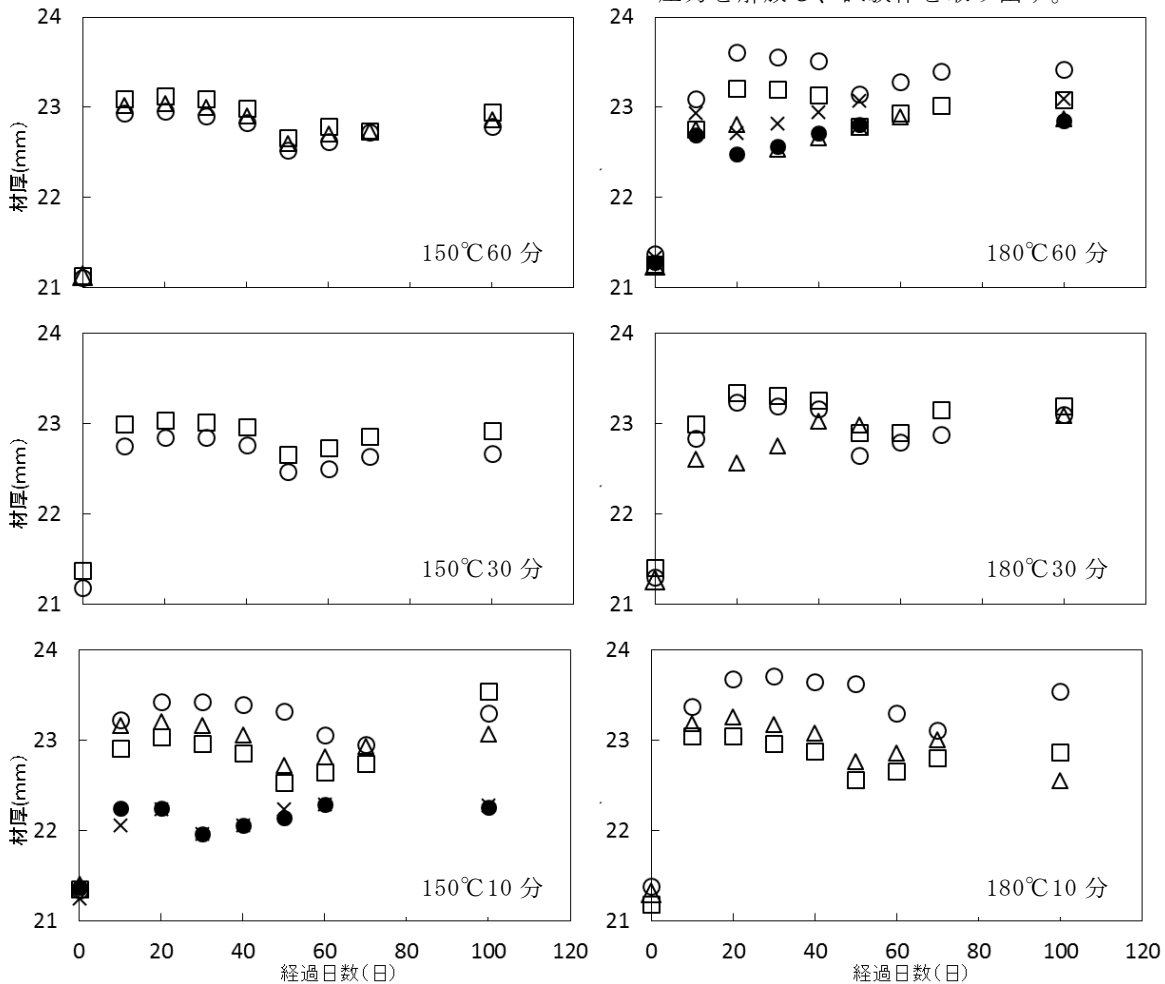

図2 圧力解放後の材厚の変化
1. 150℃以上で 10 分以上固定処理をした場合、10 日後の材厚の回復は、0.82mm～2.0mm である(図 2)。
2. 150℃で 10 分固定処理をした場合、圧力を解放して 10 日から 100 日後までの材厚は安定する(図 2)。